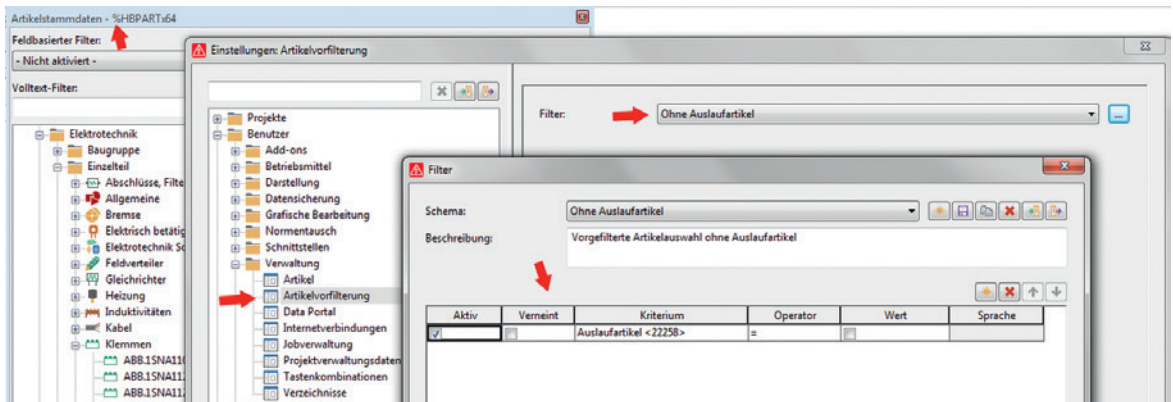

Bild 2.44 Einstellung Artikelvorfilterung
- **Artikelvorfilterung** legt ein Schema fest, um die Artikeldatenbank, den Artikelstamm-Navigator, die Artikelauswahl und die Geräteauswahl vorzufiltern. Beispielsweise können so alle Auslaufartikel aus einer Auswahl »entfernt« werden (Bild 2.44).